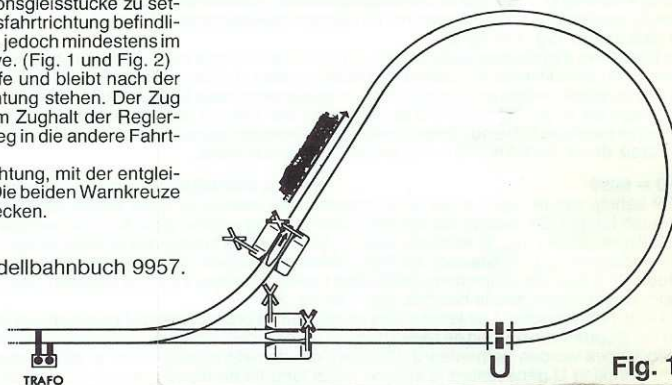
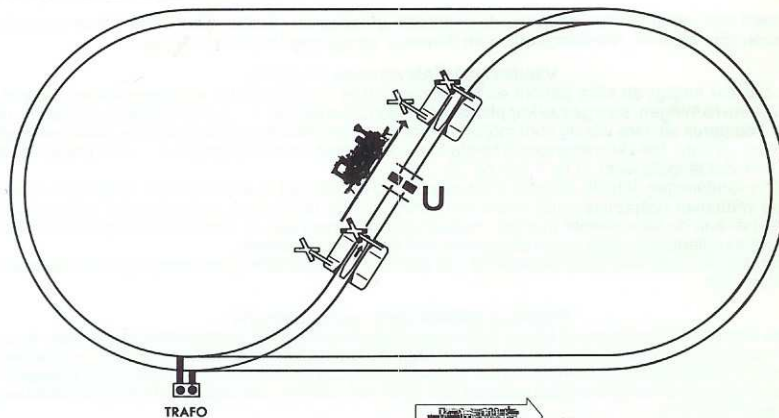
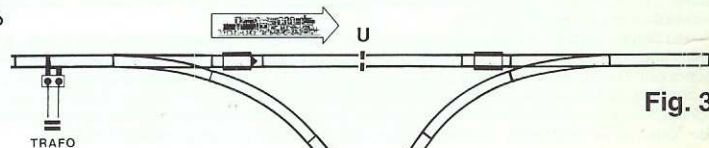

Fig. 1
Fig. 2
Fig. 3
Die Funktionsgleise werden möglichst nahe an der Weiche eingebaut. Die Unterbrechung U, bestehend aus 2 Isolierschienenverbindern, ist zwischen die beiden Funktionsgleisstücke zu setzen, und zwar möglichst nahe vor das in Ausfahrtrichtung befindliche Funktionsgleis (Teil 2 — ohne Prägung), jedoch mindestens im doppelten Abstand der längsten Lokomotive. (Fig. 1 und Fig. 2)
Das Kehrschleifen-Set kann auch in ein Gleisdreieck eingebaut werden. Auch hier kann das Gleisdreieck nur in Pfeilrichtung befahren werden. (Fig. 3) Nachdem ein Zug die Unterbrechung U überfahren hat, hält er solange, bis der Reglerknopf am Fahrpult über den Nullpunkt hinweg in die andere Fahrtrichtung gedreht wird.
Using the reverse loop set it is possible to have reverse loops, without any extra wiring problems. It is only possible to run in one direction around the reverse loop, as the wiring of the operating tracks is pre-set for you. (Piece 1 — with raised white direction arrow / Piece 2 — without arrow). The two operating pieces of track should be inserted as near as possible to the points. The isolating break (U), consisting of 2 isolating rail joiners, should be positioned closer to the second operating piece of track at the exit side of the loop (Piece 2 — without arrow), but at a minimum distance of at least double the longest locomotive. (Fig. 1 + 2). The train will travel over piece 1 into the reverse loop as far as the isolating break (U) on the exit side. After the train has halted, simply reverse the direction of the control knob of the controller, and the train will continue onwards. The reverse loop set, can also be installed in a track triangle. Here also the train must travel in the set direction. (Fig. 3). As soon as the loco has passed over the isolating break (U) it will stop, until the direction of the control knob of the controller is reversed. Each of the grade crossings has a built-in rerailer which will automatically rerail any derailed car. The warning signs shown are packed with the grade crossings and need merely be inserted in the proper holes.
Au moyen du Set boucle de retour, il est possible de parcourir une boucle de retour sans obligation d'établir des cablages électriques. Les boucles ne peuvent être parcourues que dans un seul sens. Celui-ci est indiqué sur les rails spéciaux (rail 1, avec flèche blanche / rail 2, sans indications). Les rails spéciaux doivent être incorporés le plus près possible des aiguillages. Le sectionnement U, composé de 2 éclisses isolantes, doit être placé entre les 2 rails spéciaux et, si possible, assez près du rail spécial de sortie (rail 2, sans indications) en laissant toutefois entre eux une distance égale au double de la longueur de la locomotive la plus longue (fig. 1 et fig. 2).
Le train entre dans la boucle par le rail 1 et s'arrête devant le rail 2, après être passé sur le sectionnement U. Il sortira de la boucle dès qu'on aura inversé le courant au transformateur. Le Set peut également être incorporé dans un triangle. Ici aussi, le train devra toujours parcourir le triangle dans le même sens (celui indiqué par la flèche blanche, voir fig. 3). Le train s'arrêtera après le passage sur le sectionnement U et continuera son chemin après inversion du courant au transformateur.
Met behulp van de keerlus-set is het mogelijk een keerlus te rijden zonder daarvoor speciale elektrische bedradingen aan te moeten leggen. De keerlus kan slechts in een richting worden gereden, wat bepaald wordt door de elektrische schakeling in de funktierail. (Deel 1 met de witte pijl / deel 2 zonder pijl) De funktierails moeten zo dicht mogelijk bij de wissel worden gemonteerd. De onderbreking U, bestaande uit 2 geïsoleerde railassen, dient tussen de beide funktierails gemonteerd te worden, zo dicht mogelijk bij de in de uitrijrichting geplaatste funktierail. (Deel 2 zonder pijl) Men dient echter minstens de dubbele afstand van de langste locomotief aan te houden. (fig. 1 en fig. 2)
De trein rijdt over deel 1 de keerlus binnen en blijft na onderbreking U voor deel 2 staan. De trein rijdt de keerlus uit wanneer men na het stoppen van de trein de regelknop van de trafo over het nulpunt in de andere rijrichting draait. De keerlus-set kan ook in een raildriehoek worden gemonteerd. Ook hier kan de raildriehoek alleen in de pijlrichting gereden worden. (fig. 3) Nadat de trein onderbreking U gepasseerd is stop hij net zo lang tot de regelknop van de trafo over het nulpunt in de andere richting wordt gedraaid.
Med vändslingaset är det möjligt att köra genom en vändslinga, utan att behöva dra elektriska kablar. Du kan köra genom vändslingan endast i ena riktningen, som ges av kopplingen i funktionsskenan (del 1 — med präglad vit pil / del 2 — utan präglings). Funktionskenorna monteras så nära växeln som möjligt. Avbrottet U, bestående av 2 plastskarvar, sätts mellan de båda funktionskenorna och det så nära den i körriktningen främsta funktionsskenan som möjligt (del 2 — utan präglings), likväl minst på dubbla avståndet som det längsta loket. (Fig. 1 och fig. 2).
Tåget går över del 1 i vändslingan och blir stående efter avbrottet U framför del 2 i körriktningen. Tåget går ur vändslingan, när trafons reglerknapp vrids över nollpunkten mot andra körriktningen efter tågstoppet. Vändslingaset kan också byggas in i en spårtriangel. Också här kan du köra genom triangeln endast i körriktningen (fig. 3). Efter det att tåg har kört över avbrottet U, stannar det tills trafons reglerknapp vrids över nollpunkten mot andra körriktningen.
Con il set-racchetta è possibile transitare sui binari, senza connessioni elettriche. La racchetta è percorribile in un unico senso (part. 1 con freccia bianca incisa / part. 2 senza incisione). Quando è possibile, montare i binari funzionali vicino agli scambi. E' consigliabile inserire l'interruzione U, composta da 2 segmenti di rotaia isolata, vicino allo spezzone di binario funzionale di uscita, e comunque ad almeno una distanza dallo stesso (part. 2 senza incisione), corrispondente al doppio della lunghezza della locomotiva più lunga (Fig. 1 e 2).
Il treno passa dal part. 1 della racchetta e dopo l'interruzione U si ferma davanti al part. 2 in direzione di uscita. Il convoglio esce dalla racchetta previa rotazione della manopola di regolazione del trasformatore per l'inversione di marcia, passando naturalmente per il punto centrale della scala (posizione zero). Il corredo racchetta può essere installato anche in un triangolo di binari. Anche in questo caso la racchetta è percorribile nell'unico senso indicato dalla freccia (Fig. 3).